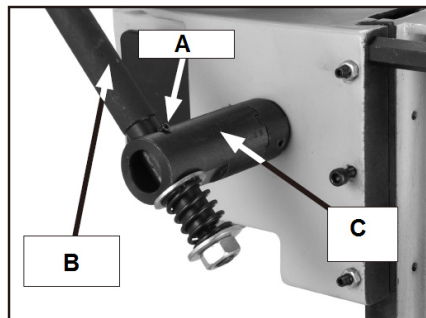

Рис. 3
Установка рукоятки вертикальной подачи (Рис. 3):
1. Открутите шестигранную гайку, снимите сжимающую пружину и две шайбы с рукоятки вертикальной подачи (B, Рис. 3).
2. Вставьте рукоятку подачи в муфту (C), как показано на Рис. 3. Убедитесь, что шип рукоятки (A, Рис. 3) попал в канавку на муфте.